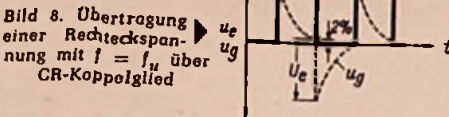

Bild 8. Übertragung einer Rechteckspannung mit $f = f_u$ über CR-Koppelglied
4. Bei einer Rechteckspannung werden die Flanken unabhängig von der Zeitkonstante des Koppelgliedes in voller Amplitude übertragen, da sie von annähernd unendlich kleiner Zeitdauer sind. Das Dach fällt um so mehr ab, je länger seine Dauer und je kleiner die Zeitkonstante ist. Bild 8 verdeutlicht dies: Die Frequenz der Rechteckspannung sei so groß, daß sie der Grenzfrequenz des Koppelgliedes entspricht. Dann beträgt der Dachabfall etwa 98 %, d. h. fast die gesamte Amplitude!